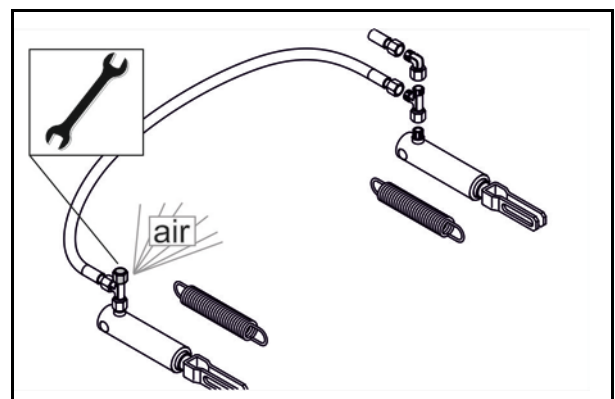

Bild. 159
1. Tryck ihop förslutningsstycket (Bild 159/1) på båda flikarna.